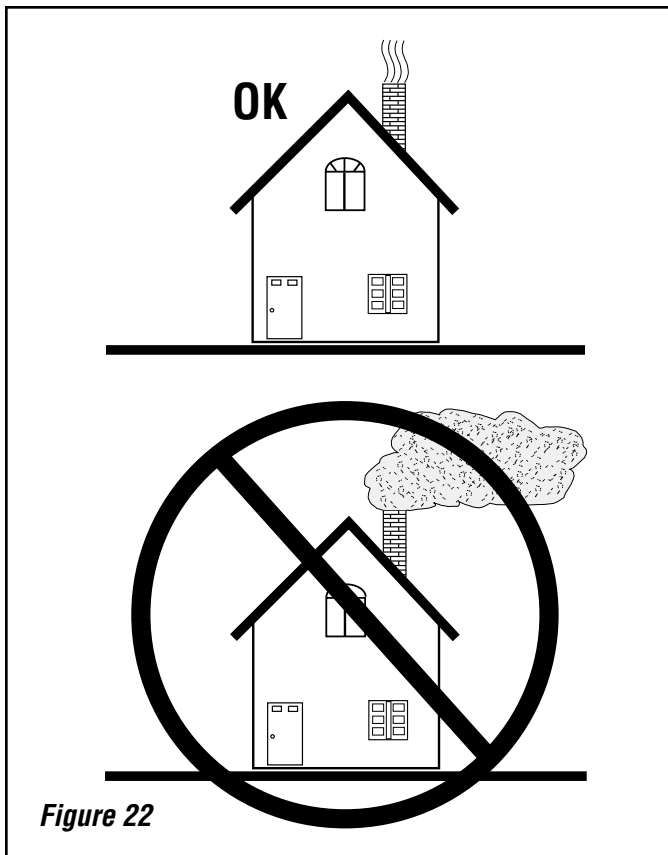

Figure 22
7. Pour obtenir les meilleurs résultats, utiliser de petits morceaux de bois afin de faire monter la température du poêle, puis charger de plus gros morceaux pour maintenir la flambée. Si nécessaire, entrouvrir la porte pour permettre l'allumage de la charge de combustible. Ne pas laisser l'unité sans surveillance quand la porte avant est légèrement ouverte. Après quelques minutes de forte flambée, ajouter des morceaux de bois plus gros puis régler le registre de gauche en fonction de la production de chaleur voulue. Vérifier l'évacuation toutes les 15 à 20 minutes (voir **Figure 22**). Une fumée importante indique que le réglage est incorrect (trop élevé ou trop faible). Ajuster le réglage puis revérifier 5 à 10 minutes plus tard.
6. Sortir de l'habitation et vérifier la cheminée. La quantité de fumée doit être très réduite ; une quantité plus élevée indique un gaspillage de chaleur, une accumulation de crésote et de la pollution (voir **Figure 22**).